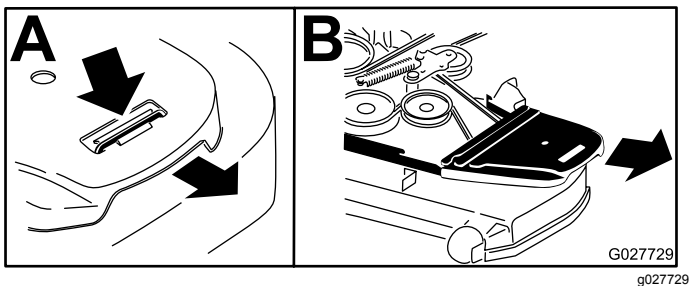

Figura 86
6. Retire as coberturas da correia (Figura 86).